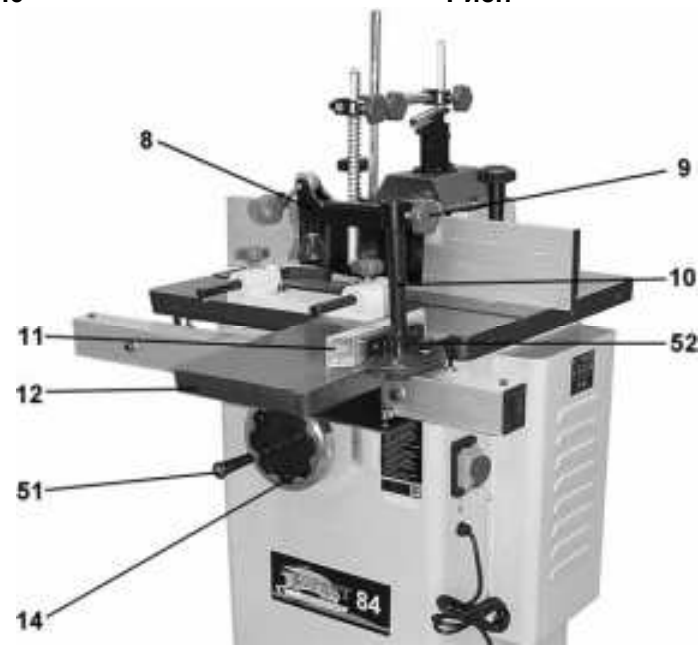

Рис.8
8.3.1. На подвижном столе (12) установите стойку (10). На стойке (10), используя шайбу и винт фиксации (52), установите и закрепите направляющая скоса (11), Рис.8.
8.3.2. На стойке (10), винтом фиксации (9), закрепите прижимное устройство (8), Рис.8.
8.4.1. Установите и закрепите ручку (51) контргайкой на маховик установки высоты фрезы (14), Рис.8.